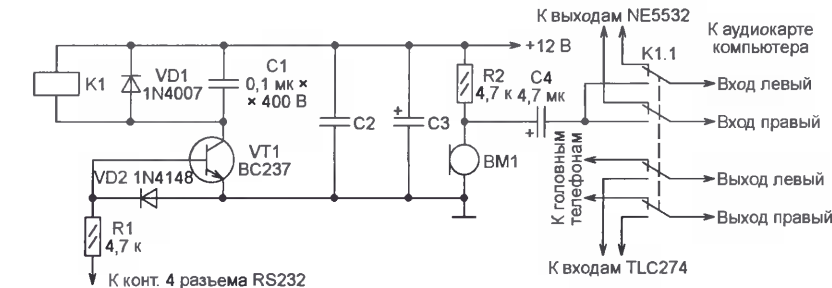

Рис. 8
1. Аудиокарту Audigy без отдельного микрофонного входа подключают, как показано на рис. 8 (отсутствующие на схеме номиналы элементов не приведены в оригинале — прим. ред.). Преимущество этого решения — наименьшее число аудиокабелей (всего два стереофонических), недостаток — необходимость иметь реле с четырьмя группами контактов на переключение.